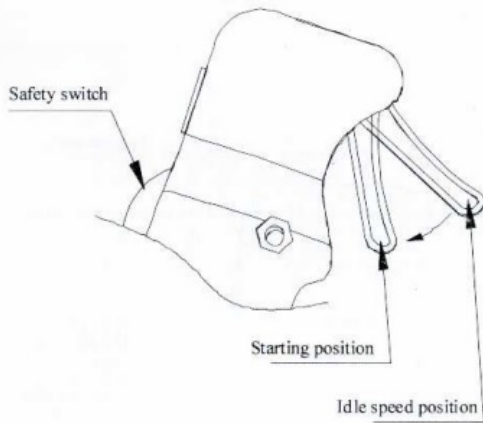

Abb. 5
5. Fassen Sie das Gebläse mit der linken Hand, halten Sie es mit beiden Füßen fest, ziehen Sie mit der rechten Hand langsam den Starthebel und ziehen Sie ihn nach der Rückkehr in die Ausgangsposition schnell. (siehe Abb. 5)